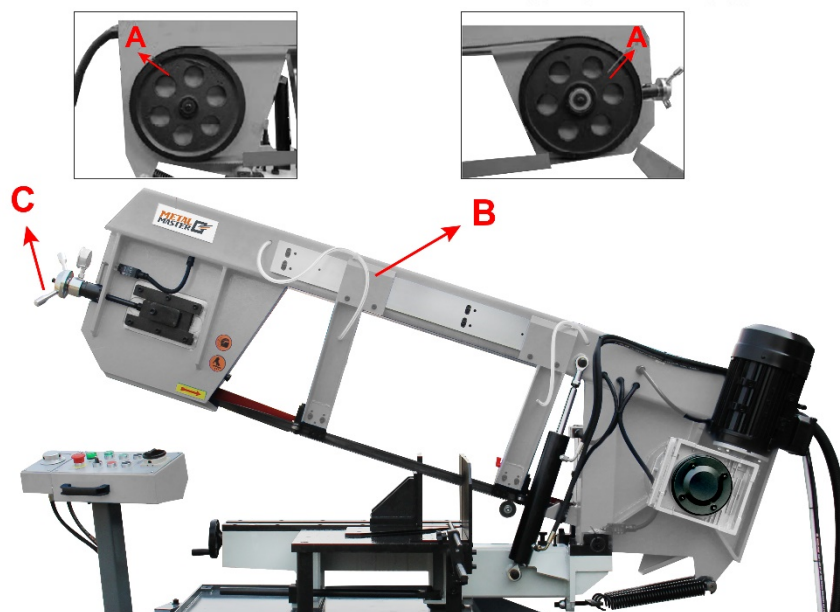

Рисунок 1
4. Снимите натяжение полотна, повернув маховичок натяжения полотна (С) (Рисунок 1) против часовой стрелки.
7. Установите полотно на место: поместите его на шкив (А) (Рисунок 1) и пропустите через верхнюю направляющую (В). На рисунке 1 станок для наглядности показан со снятыми крышками шкивов.